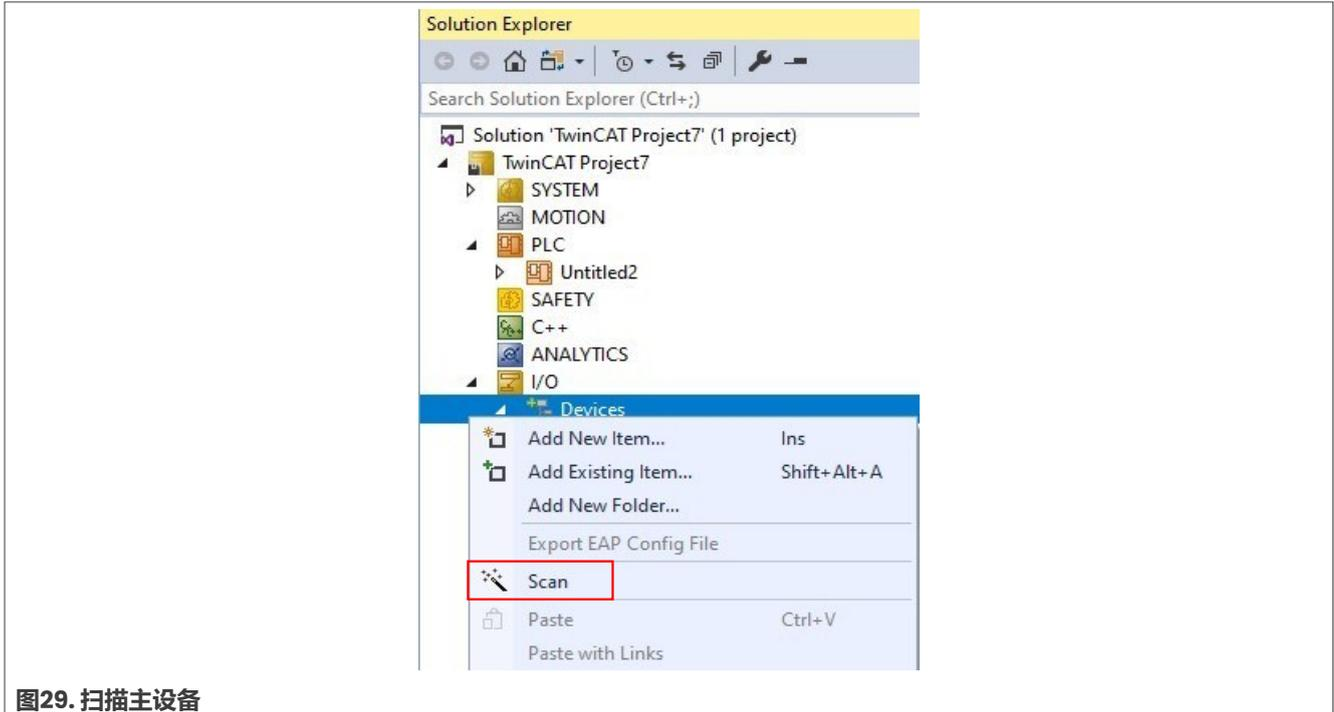

图29. 扫描主设备
7. 右键单击**Devices**并选择**Scan**，如图29所示。